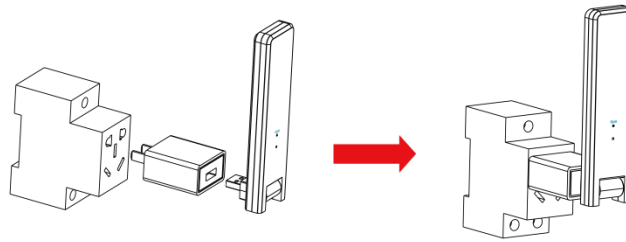

Abbildung 1
a. Verbinden Sie die DTU mit dem Netzteil und stecken Sie es in eine Steckdose (Abbildung 1).